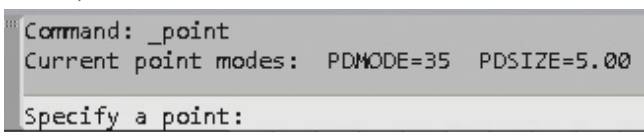

Рис. 3.27. Запрос о положении точки на чертеже
1. Щелкните мышью на кнопке  **Point** (Точка), расположенной на панели инструментов **Draw** (Рисование). В командной строке появится запрос о положении точки на чертеже (рис. 3.27).